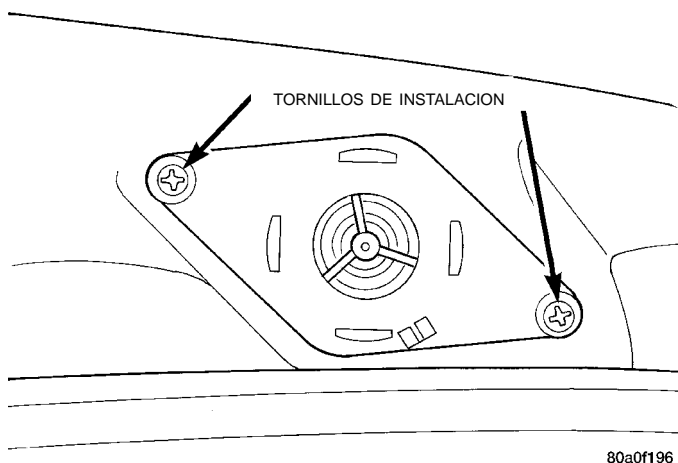

Fig. 10 Desmontaje/instalación del altavoz del tablero de instrumentos
(3) Si el vehículo lo tiene instalado, deslice el panel hacia arriba lo suficiente como para desenchufar el conector del mazo de cables para el sensor solar o para retirar el sensor solar del panel superior del cubretablero.
(4) Retire del vehículo el panel tapizado superior del cubretablero.
(5) Desenchufe el conector del mazo de cables del altavoz.
(6) Retire los dos tornillos que sujetan el altavoz al tablero de instrumentos (Fig. 10).